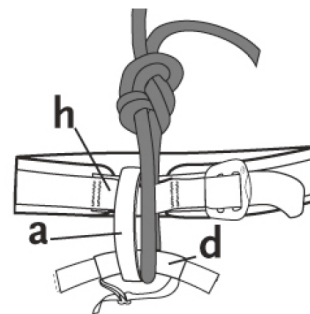

Figure 4
- ◆ Figure 4 のようにレッグループ連結部 (d) とタインループ (h) の両方にロープを通し結び付ける。